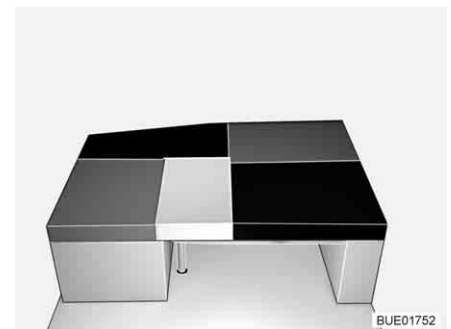

Fig. 129 Dopo la trasformazione
- Riporre sul tavolo il cuscino dello schienale del sedile laterale/del divano laterale (tra il cuscino del divano laterale/il divano laterale e il cuscino aggiuntivo, vedi Fig. 129).